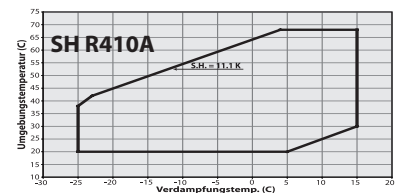

Abb. 6
• Performer® Scrollverdichter dürfen nur für ihre(n) vorgesehenen Verwendungszweck(e) und innerhalb ihres Anwendungsbereichs zum Einsatz kommen (siehe Abb. 6).